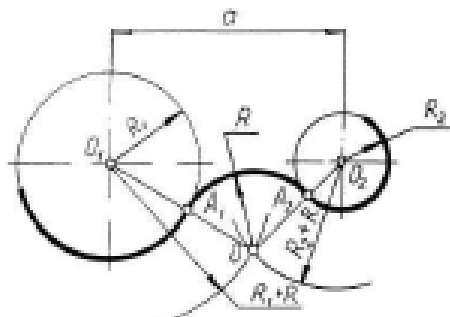

Рисунок 3.
*Внешнее сопряжение двух окружностей дугой заданного радиуса.* Из точки  $O_1$  провести вспомогательную дугу радиусом  $R + R_1$ , а из точки  $O_2$  дугу радиусом  $R + R_2$ . При пересечении получится точка  $O$ , центр сопряжения. Соединить точку  $O$  с точками  $O_1$  и  $O_2$  найти точки сопряжения на заданных окружностях  $A_1$  и  $A_2$ . Из точки  $O$  провести дугу радиусом сопряжения  $R$  от точки  $A_1$  до точки  $A_2$ , рисунок 3.